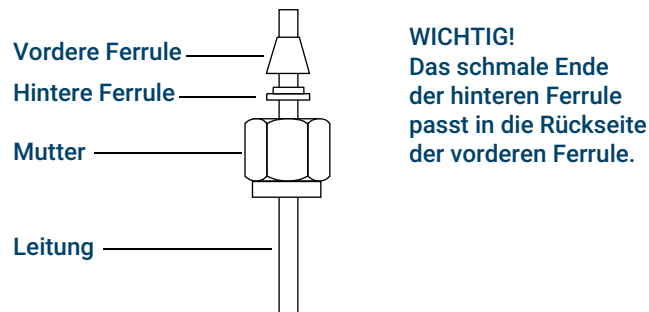

Abbildung 18. Swagelok-Muttern und Ferrulen
1. Bringen Sie Swagelok-Mutter, hintere und vordere Ferrule wie in **Abbildung 18** gezeigt an der Leitung an.